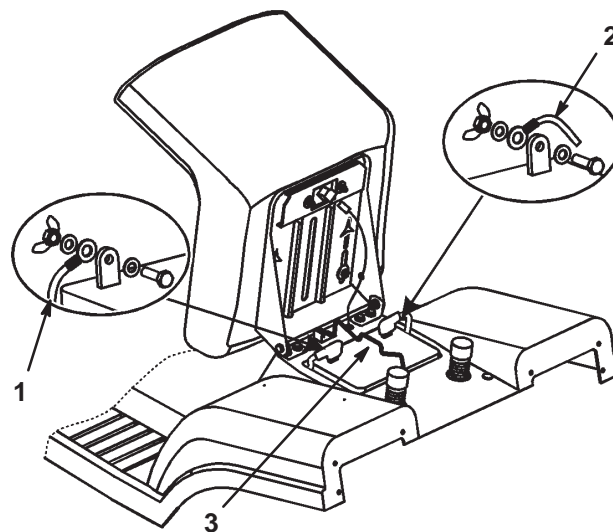

Figure 24
7. Débranchez le câble négatif (noir) de mise à la masse de la borne de la batterie (Fig. 24).
9. Débranchez le câble positif (rouge) de la borne de la batterie (Fig. 24).
10. Enlevez la tige de maintien de la batterie (Fig. 24).
1. Placez la batterie sur le châssis, en dirigeant les bornes vers l'avant de la machine (Fig. 24).
2. Fixez la batterie au châssis à l'aide de la tige de maintien (Fig. 24).
3. Connectez le câble positif (rouge) à la borne positive (+) de la batterie à l'aide du boulon et de l'écrou papillon (Fig. 24). Glissez le capuchon de caoutchouc sur la borne de la batterie.
4. Connectez le câble négatif (noir) à la borne négative (–) de la batterie à l'aide du boulon et de l'écrou papillon (Fig. 24). Glissez le capuchon de caoutchouc sur la borne de la batterie.